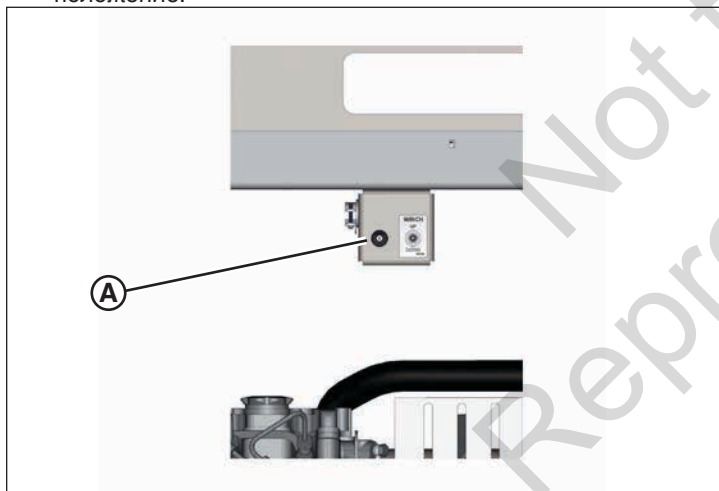

Рисунок 29
4. Поднимите переключатель гидравлического подъемника осветительной мачты (А, рис. 29) вверх, чтобы поднять осветительную мачту до нужной высоты.
3. Опустите переключатель гидравлического подъемника осветительной мачты (А, рис. 29) вниз, чтобы опустить осветительную мачту в крайнее нижнее положение.